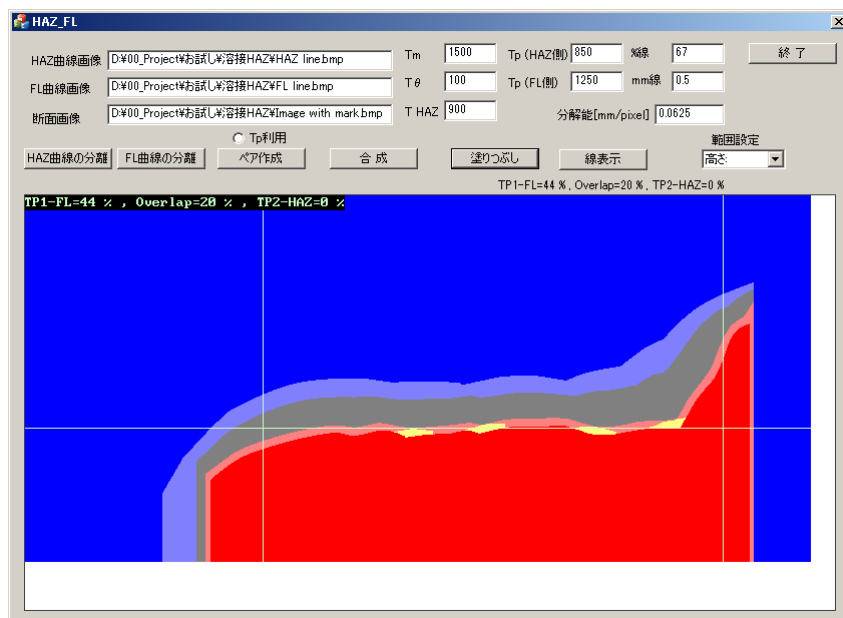

図2 溶接熱影響部の温度分布解析例
- 従来は溶接部の融合線(Fusion Line)および溶接熱影響部(HAZ)から熱影響部を手作業で区分けし、目視確認で特定組織の占有率を測定していましたが、本技術を適用することで、HAZ分類を可視化し、データの信頼性を高めることができます(図2)。